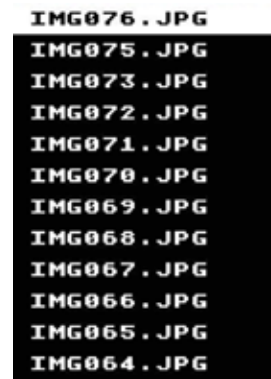

Fig. 21
- ⇒ Dans le menu principal de l'écran partagé (Fig. 20) ou le sous-menu de l'écran partagé (Fig. 21), sélectionner la clé USB.
- ⇒ Dans le sous-menu de l'écran partagé (Fig. 21), sélectionner l'entrée pour la capture d'écran.